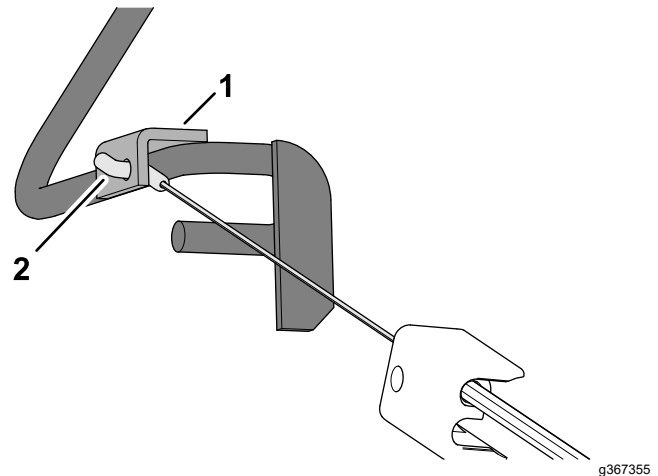

Bild 11
3. Führen Sie das Anschlussstück des Kabelzugs durch das Loch in der Halterung des Schaltbuegels, wie in Bild 11 dargestellt.